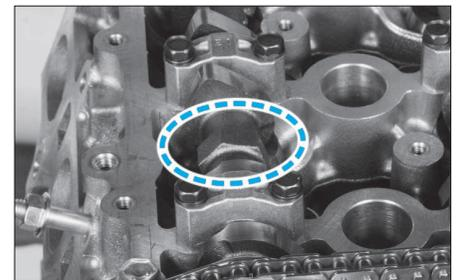

FIG. 34
• Tourner dans le sens antihoraire l'arbre à d'admission afin de détendre la chaîne (Fig.34).